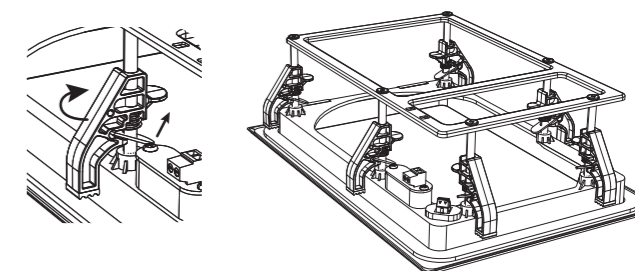

Fig. 5. Adjusting the Mounting Clamps
2. Wyreguluj wszystkie zaciski mocujące ramy tak, aby znajdowały się w pozycji złożonej (rys. 5 i 6). Reguluje się je poprzez pociągnięcie za sprężynującą metalową wypustkę, a następnie przesuwanie zacisków wzdłuż ich słupków montażowych i obracanie ich na bok. Umożliwi to dopasowanie ramy do otworu w płycie gipsowo-kartonowej.